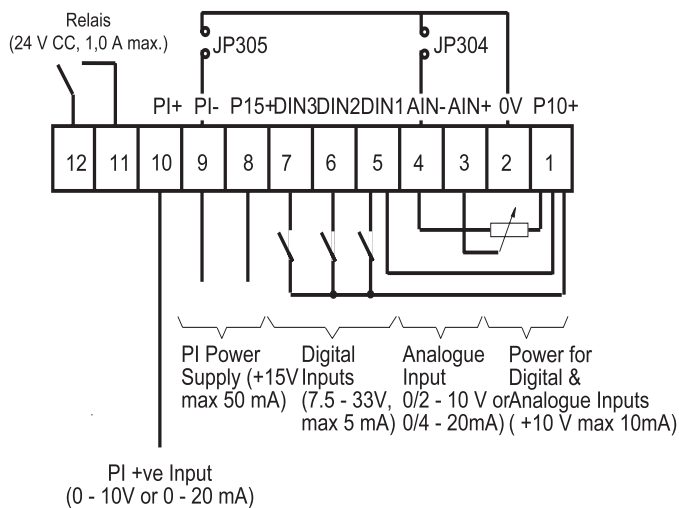

Fig. 3. : Connexions des bornes de commande
Introduisez le câble de commande dans le variateur en le faisant passer dans le presse-étoupe approprié (voir Fig. 1). Connectez les fils de commande comme indiqué sur les Fig. 3 et 4 (voir également Fig. 1).
Notez que le potentiomètre en option posé en tant que point de consigne analogique représenté sur la Fig. 3 suppose qu'un cavalier JP304 relie 0V (broche 2) à AIN- (broche 4). De même, P15+ peut être utilisé à la place de P10+ pour les entrées numériques.
- Connectez un potentiomètre de 4,7 kW aux bornes de commande, comme indiqué sur la Fig. 3, ou appliquez un signal 0 - 10 V entre la broche 2 (0V) et la broche 3 (AIN+). Dans les deux cas, placez le cavalier JP304 de façon à relier 0V à AIN-.